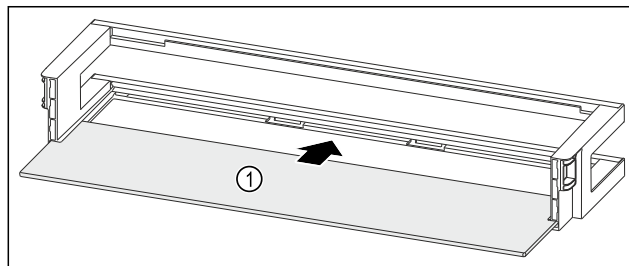

Fig. 90 Dveřní přihrádka s odkládací plochou
- ▶ Odkládací plochu Fig. 90 (1) zasuněte do bočních vybrání.